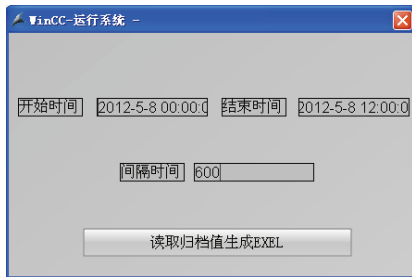

图 11-6 查询界面
4) 组态查询界面。在界面上新建三个 I/O 域，分别用于输入开始时间、结束时间和间隔时间。按钮用于执行访问变量归档数据的 VBS 脚本。查询界面如图 11-6 所示。